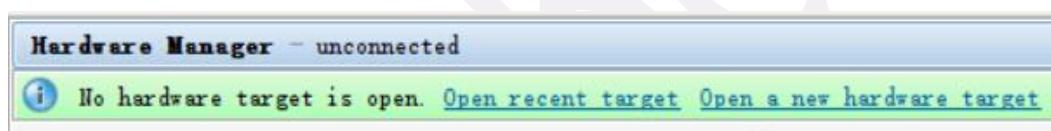

图 3-1-28 打开新的硬件目标
- (5) 选择打开硬件管理器选项，然后单击确定。硬件管理器窗口将打开并显示“未连接”状态；
- (6) 点击 Open a new hardware target。如果之前已经配置过开发板你也可以点击最近打开目标链接 Open recent target，如图 3-1-28 所示；